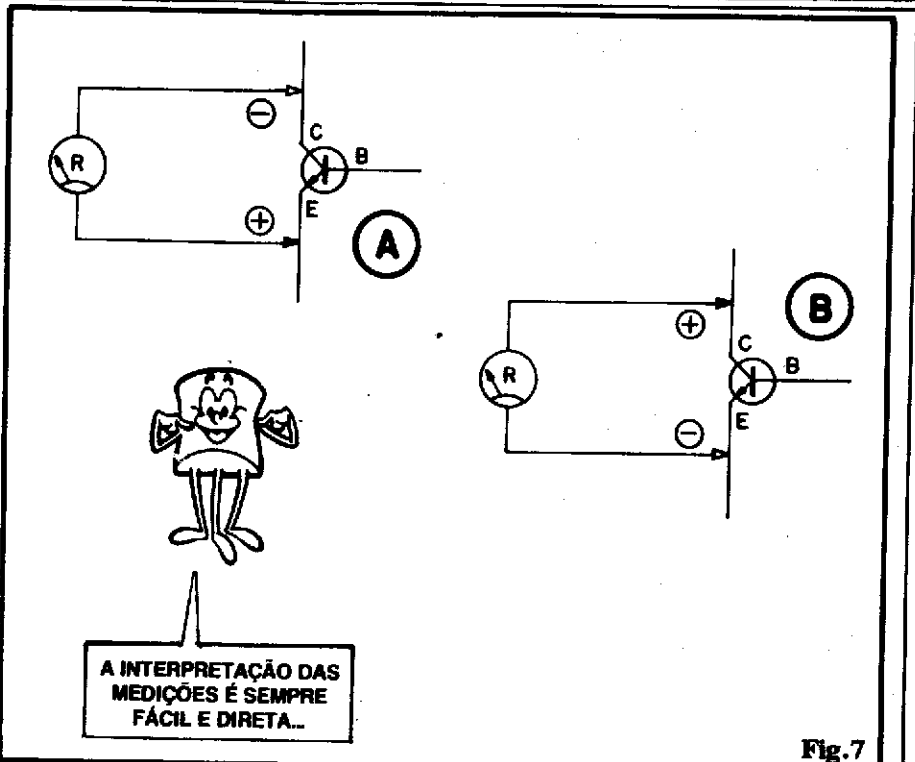

Fig. 7
- FIG. 7 - Numa avaliação puramente resistiva das junções entre **coletor** e **emissor** (tanto num transistor PNP, quanto num NPN...), as medições de Resistência, qualquer que seja a polaridade relativa das pontas de prova do instrumento, devem dar
resultados **altos** (indicando um transistor aparentemente BOM...). Indicações de R **baixa**, tanto na condição da fig. 7-A quanto na de 7-B, significarão que pelo menos um dos "diodos internos" do transistor em questão estará "em curto" (componente "dançado"...).